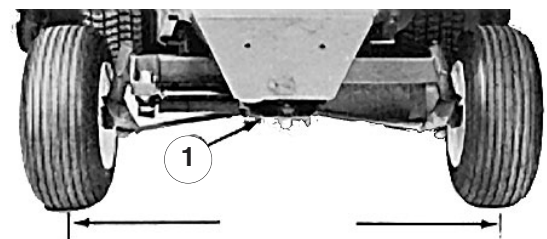

Figure 42
2. Desserrez les écrous de blocage sur les deux biellettes. Réglez les biellettes jusqu'à ce que l'entraxe soit égale à l'avant et à l'arrière des roues arrière (Fig. 42).